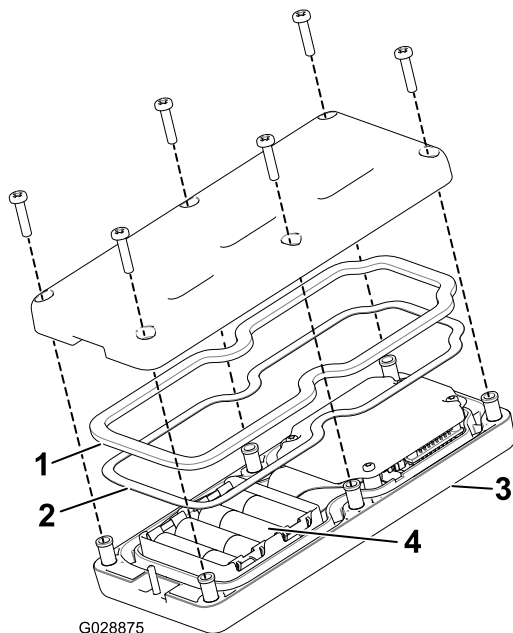

Figura 37
3. Retire os seis parafusos da parte posterior do comando remoto e retire a tampa (Figura 37).
5. Ligue cada bateria nova no encaixe terminal observando a devida polaridade. (Se as pilhas forem incorretamente instaladas, a unidade não será danificada, mas não funciona.) O encaixe tem gravadas marcas de polaridade em cada terminal (Figura 37).
6. Se remover acidentalmente o vedante de borracha e junta de aço, volte a colocá-los, cuidadosamente, no canal no comando remoto (Figura 37).
7. Prenda a tampa com os seis parafusos previamente removidos (Figura 37) e aperte-os com uma força de 1,5 a 1,7 N·m.